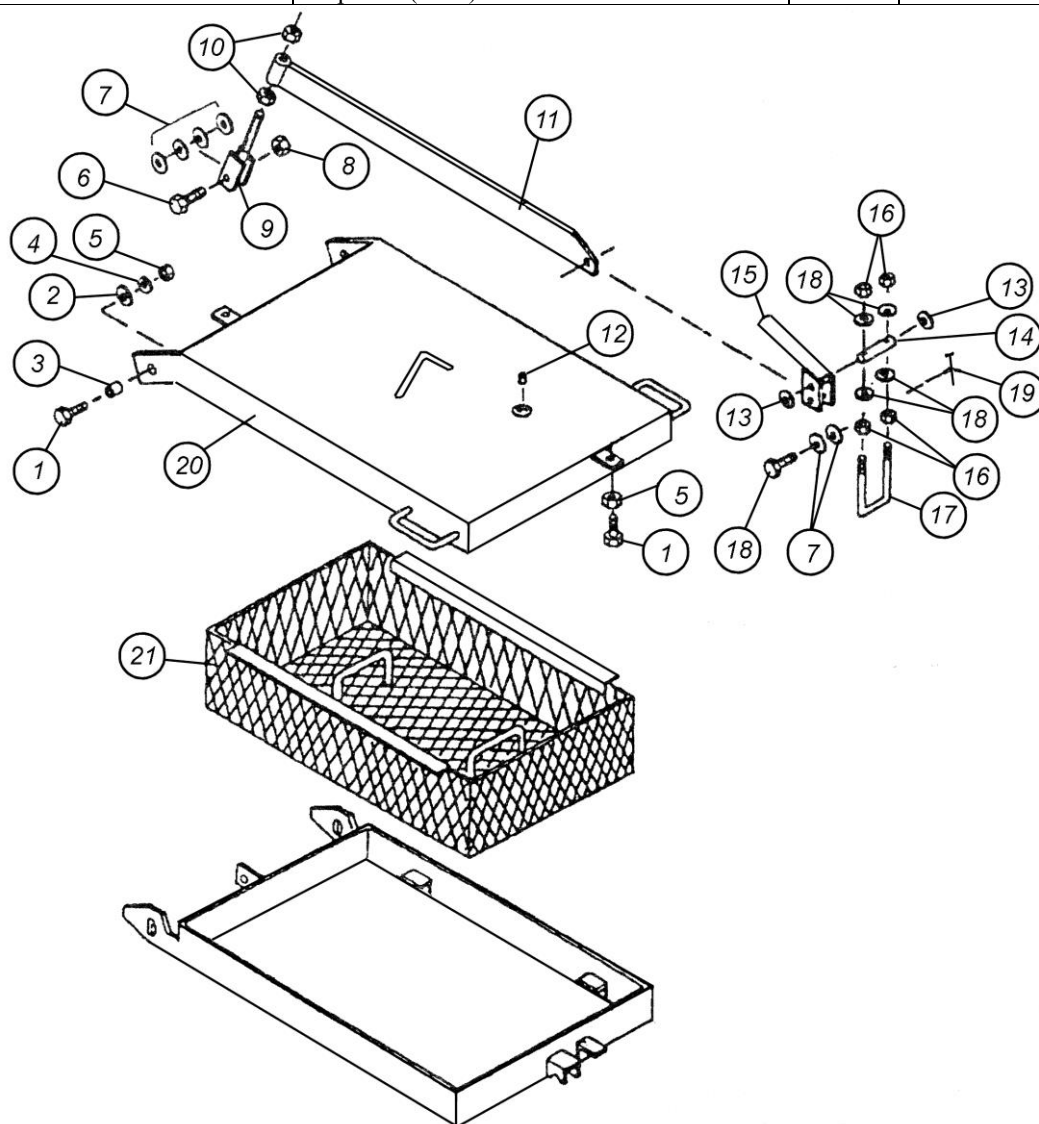

Рис. 7.2.13. Крышка бункера
7.2.13. Крышка бункера (рис. 7.2.13)